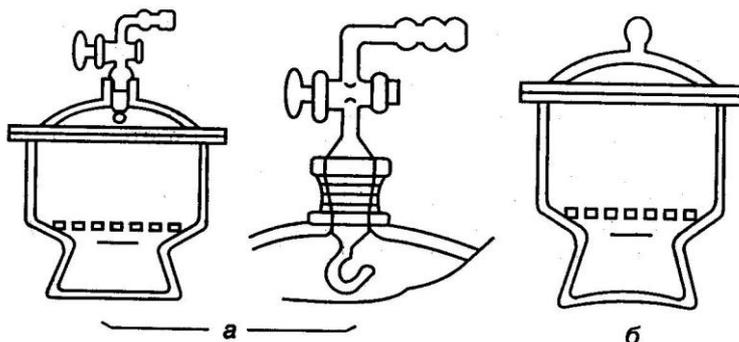

Рис. 8. Эксикаторы: а) вакуум-эксикатор, б) обычный
*Эксикаторы* (рис. 8) используют для высушивания веществ под вакуумом и для хранения гигроскопичных веществ.